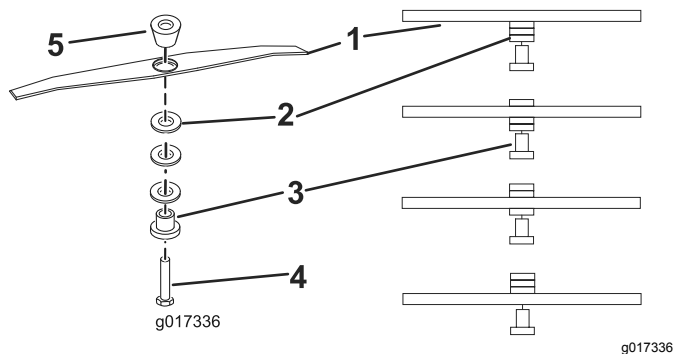

図 12
5. 希望する刈高にあわせてスペーサをセットし、ブレードリテーナとスペーサ 図 12 をもう一度取り付け、 $25 \text{ N}\cdot\text{m}=2.5 \text{ kg}\cdot\text{m}=18 \text{ ft}\cdot\text{lbs}$ にトルク締めする。